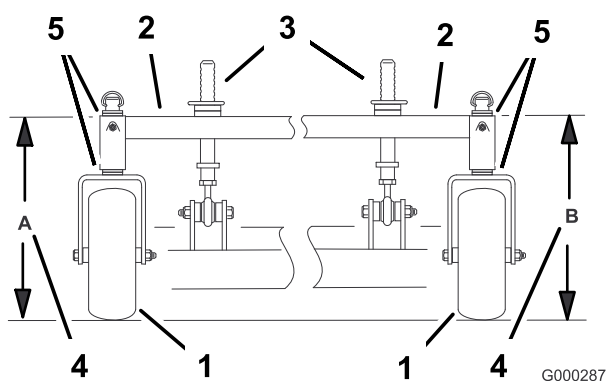

Figura 57
- Mida la altura del bastidor de tiro en la posición **A** (Figura 57).
- Mida la altura del bastidor de tiro en la posición **B** (Figura 57).